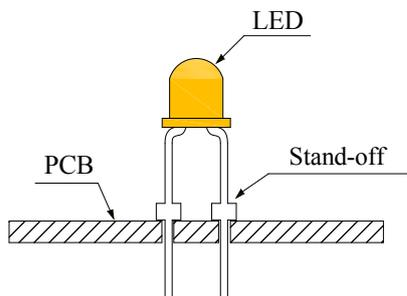
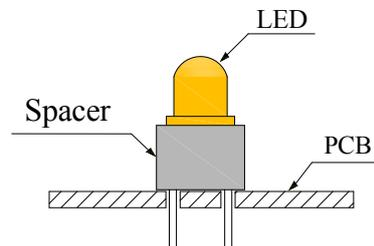

Fig. 3
Fig. 4
3.3. 用卡点（图 3）或间隔柱（图 4）使 LED 安全固定在 PCB 上。